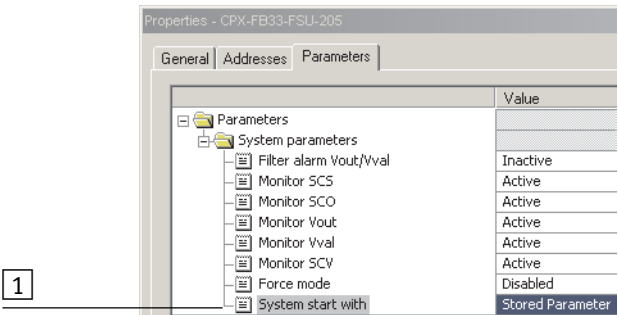

Fig. 2/13: Avvio del sistema nel modo operativo FSU – “Start del sistema con parametri memorizzati” (“Saved” o “Stored Parameters”)
- nei parametri di sistema del software di controllo (ad es. Siemens STEP 7, vedi **1** in Fig. 2/13).